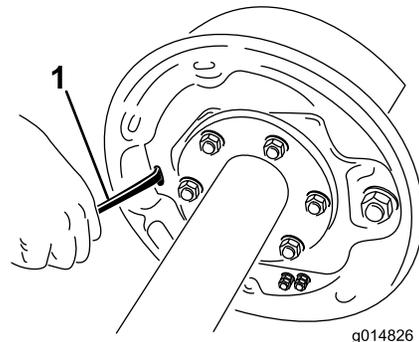

図 51
4. 通常のねじ回しを使って、アジャスタアセンブリのスターホイールを回してブレーキシューを外側に開く 図 51。